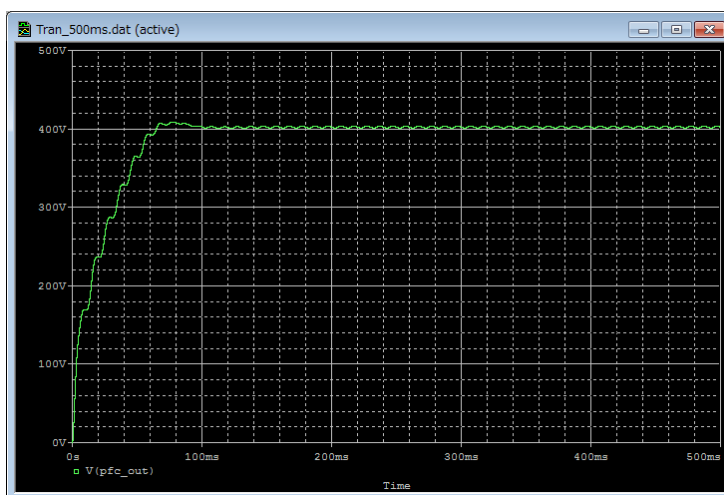

図 5.10 結果波形表示(例：出力電圧波形)
- (3) PSpice[®] A/D のグラフウィンドウに結果波形が表示されます。(図 5.10)